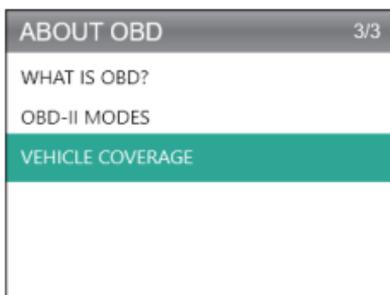

図 9.1.2
2. [OBD について] を選択し (図 9.1.2 を参照)、[OK] を押します。OBD とは何かを含む 3 つの選択肢が表示されます。(一般的な OBD 情報、OBDII モード、車両カバレッジ、サポートするモデルなど)。